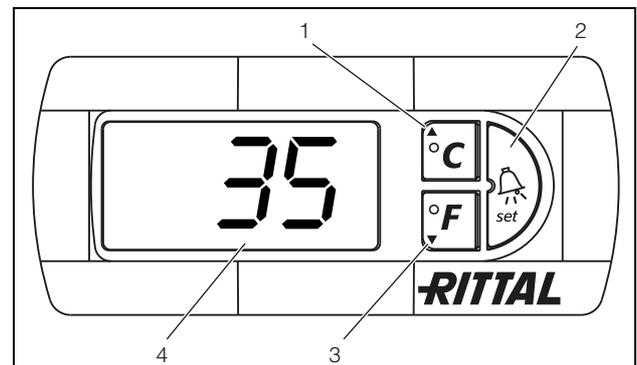

Imagen 35: Controlador e-Comfort
El refrigerador trabaja de forma automática, es decir, después de la conexión de la fuente de alimentación el ventilador del evaporador (ver imagen 3, página 5) funciona continuamente y hace circular el aire interior del armario de forma permanente. El controlador e-Confort regula el compresor y el ventilador del condensador. El controlador e-Confort dispone de una indicación de 7 segmentos (imagen 35, nº 4). En esta se muestra, tras la conexión de la fuente de alimentación, durante aprox. 2 segundos la versión actual del software, así como la activación del modo Eco. A continuación una opción preajustada (por ej. t10) o bien la temperatura.
La programación del aparato se realiza a través de las teclas 1 – 3 (imagen 35). Los parámetros también aparecen en la indicación.
- Presione simultáneamente las teclas 1 y 2 (imagen 35) durante 5 segundos mín.
Con las teclas 1, 2 y 3 (imagen 35) puede modificar 24 parámetros dentro de los niveles preestablecidos (valor mín., valor máx.).